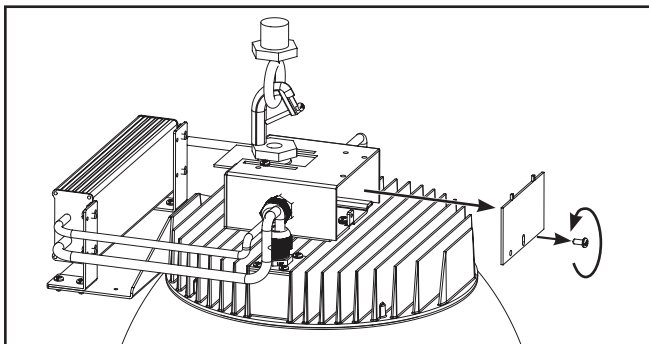

Figura 4.
8. Retire el tornillo de la tapa de la caja de conexiones en la parte frontal de la luminaria y retire la tapa de la caja de conexiones. (Figura 4)